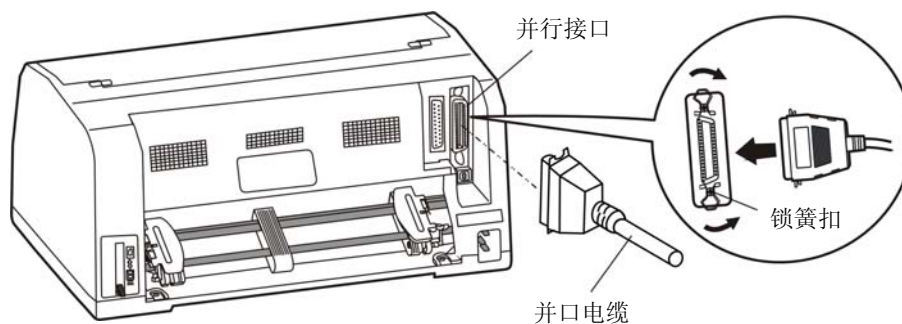
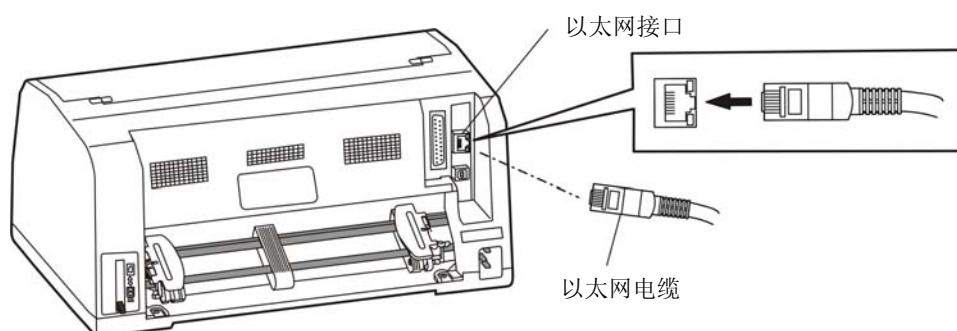
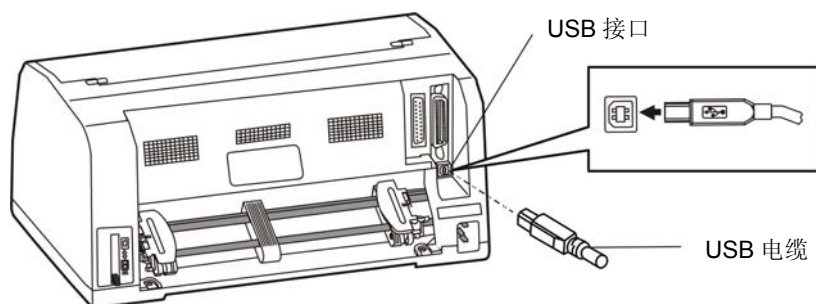
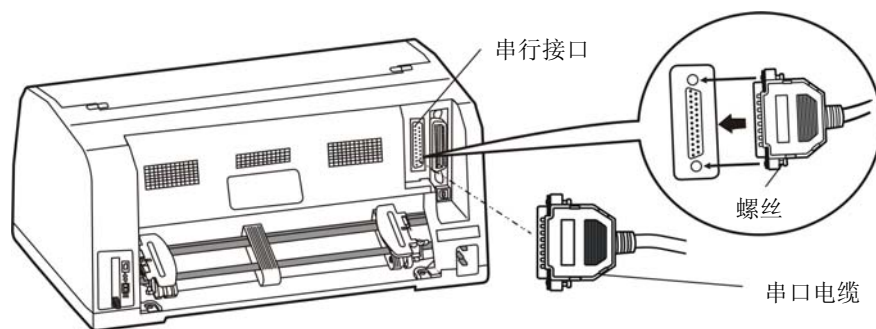

图 2-10 连接并行电缆
图 2-11 连接以太网电缆
图 2-12 连接 USB 电缆
图 2-13 连接串口电缆
本打印机可配并行接口、以太网接口、USB 接口、串行接口或蓝牙接口（产品的具体接口配置，以实物为准）。请根据需要，用相应的接口电缆把打印机与计算机相连〔如图 2-10、图 2-11、图 2-12 和图 2-13 所示〕。
1. 关闭计算机与打印机的电源，将并口电缆插头连接到打印机的并行接口，扣上连接器两侧的锁簧扣，固定并口电缆（如图 2-10 所示）。
将以太网电缆的 RJ-45 水晶插头一端插进打印机的以太网接口插座中，另一端插头连接到局域网的接入端（如图 2-11 所示）。
1. 将 USB 电缆的 A 端插头（扁型）插进计算机的 USB 接口插座中（如图 2-12 所示）。
1. 关闭计算机与打印机的电源，将串口电缆插头连接到打印机的串行接口，拧紧两侧的螺丝，固定串口电缆（如图 2-13 所示）。